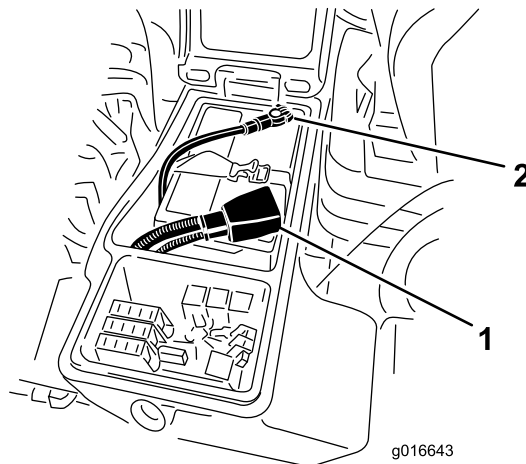

Figura 97
6. Conecte el cable positivo (rojo) al borne positivo (+) y el cable negativo (negro) al borne negativo (-) de la batería (Figura 97).